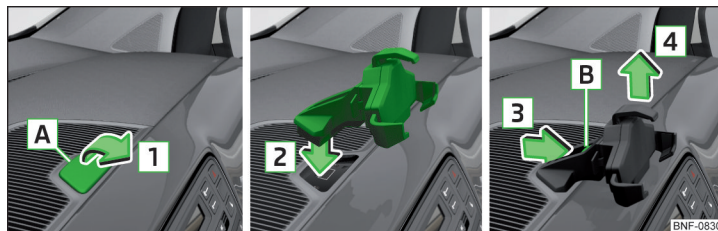

Рис. 76 Зняття кришки / закріплення адаптера / зняття адаптера
- » Уставте, наприклад, монету в щілину **А** та відкиньте кришку в напрямку стрілки **1** » Рис. 76.
- Натисніть на кнопку розблокування [B] у напрямку стрілки [3] та зніміть адаптер у напрямку стрілки [4] » Рис. 76.